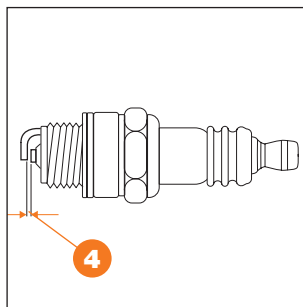

Рис. 20
- Расстояние между электродами должно быть: 0,7 - 0,8 мм ❹ (Рис. 20).